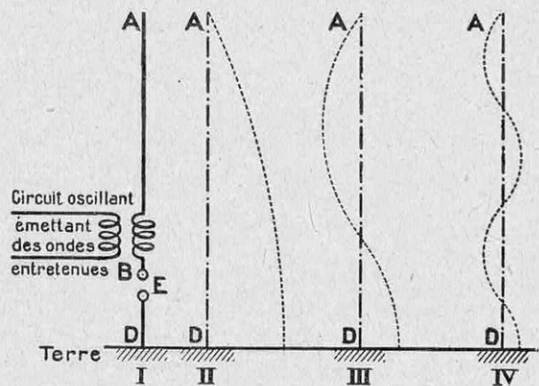

FIG. 5. — COMMENT FONCTIONNE UNE ANTENNE
Faisons alors parvenir ce courant ondulé dans un circuit oscillant, émettant des ondes entretenues (fig. 5, I) : grâce au transformateur sans fer B (1), on transmet par induction les variations du courant de ce premier circuit à un second, constitué de la manière suivante : un fil vertical A dont l'extrémité supérieure est isolée et dont l'autre extrémité est réunie à l'un des pôles d'un éclateur E. L'autre pôle est réuni à la Terre par un fil. L'ensemble constitué
Au point A, qui est isolé, l'intensité du courant est nécessairement nulle, tandis qu'en B, réuni au sol, l'intensité sera maximum (fig. 5, II). Il s'établit donc le long du fil un système d'ondes stationnaires ; la théorie et l'expérience montrent que la longueur du fil est égale au quart de la longueur d'onde émise. On dit que *l'antenne vibre en quart d'onde*. Il s'établit aussi des « oscillations harmoniques » de fréquences trois, cinq, sept fois plus grandes, mais d'amplitudes beaucoup plus faibles (fig. 5, III, IV). D'ailleurs, il est possible de diminuer la longueur d'onde émise par l'antenne en intercalant à sa base un condensateur